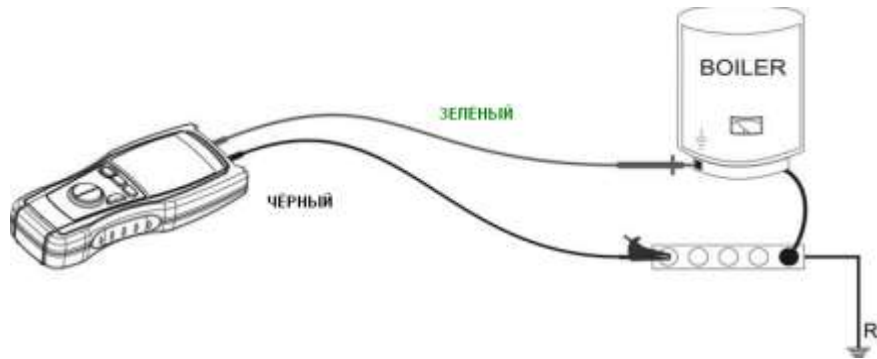

Рис. 8: Схема подключения измерительных проводов прибора для режима **Ω 0.2A** (целостность цепи)
7. Подключите измерительные провода прибора к цепям или объекту тестирования, где требуется выполнить данный тест, как изображено на **рис. 8**